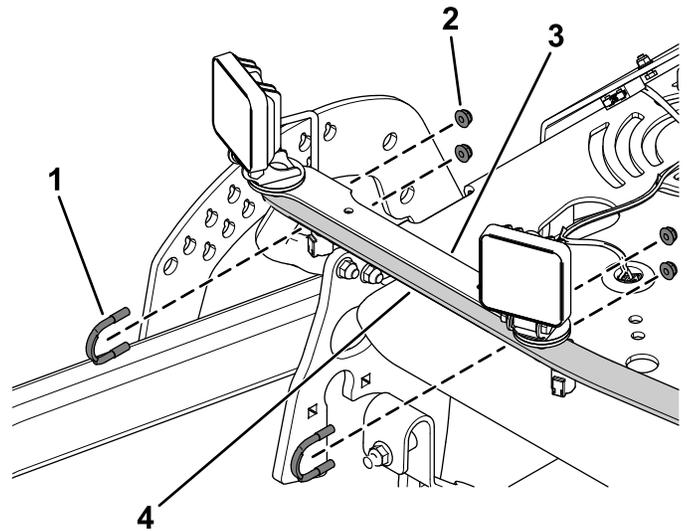

Bild 2
2. Befestigen Sie den Scheinwerfer mit zwei Scheinwerferklammern und vier Sicherungsmuttern (1/4") an der Auspuffschutzvorrichtung, wie in **Bild 2** dargestellt.